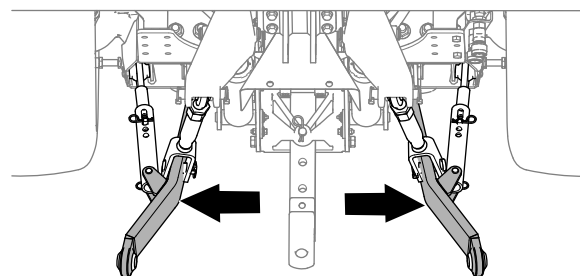

Figure 15
2. Réglez les bras d'attelage inférieurs (Figure 15) complètement vers l'extérieur ; voir le manuel de l'utilisateur du groupe de déplacement.